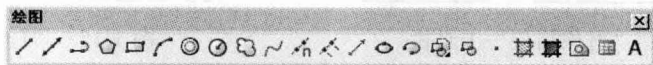

图 1-20 显示新的命令按钮
(3) 单击“确定”按钮，关闭“自定义用户界面”对话框，完成命令按钮的显示，如图 1-20 所示。